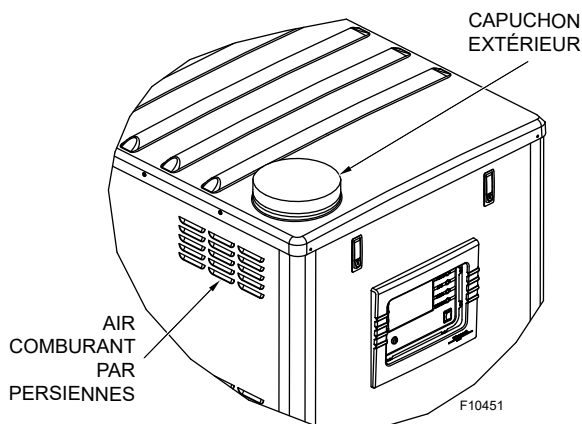

Figure 12. Air comburant, installation extérieure
1. Connectez le conduit d'apport d'air comburant à ce connecteur d'admission d'air. Voir **Figure 4** et **Figure 12**. Retirez et jetez le capuchon extérieur, connectez le conduit d'apport d'air comburant au connecteur d'admission d'air du ventilateur. Tous les conduits doivent être correctement supportés.